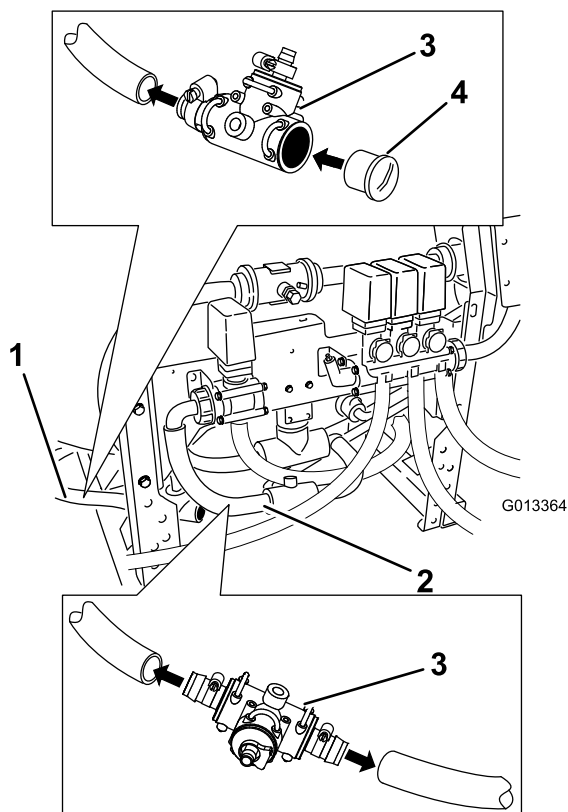

Figura 24
13. Prendete un raccordo a T S53, collegate un raccordo dentellato diritto S53 in uno dei suoi fori laterali e inserite un tappo S53 nel foro opposto. Montate il raccordo dentellato più piccolo nella parte superiore (Figura 24). Fissate gli elementi con i dispositivi di fissaggio.
14. Montate una fascetta stringitubo sull'estremità libera del flessibile di by-pass. Aiutandovi con del sapone liquido spalmato sul raccordo dentellato, inserite il raccordo a T S53 nell'estremità libera del flessibile di by-pass (Figura 24). Fissate gli elementi con la fascetta stringitubo.